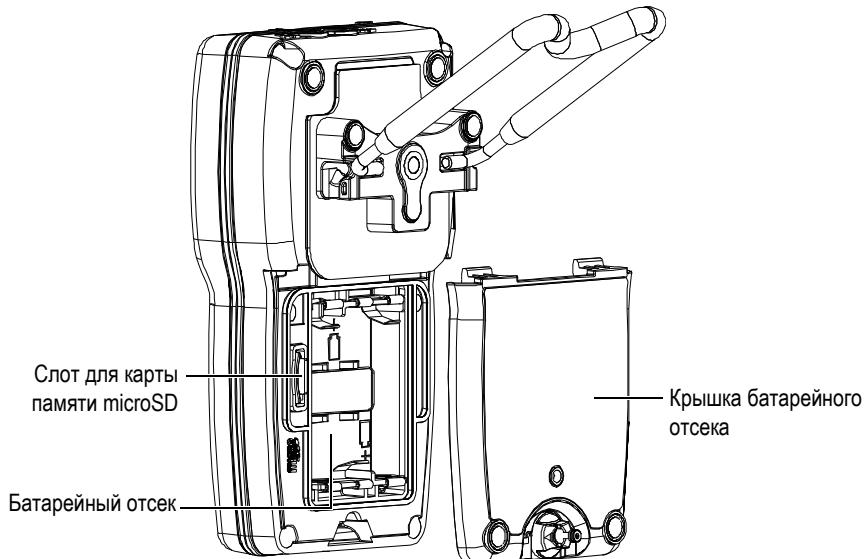

Рис. 1-4 Слот для карты памяти microSD под крышкой батарейного отсека
Слот для съемной карты памяти microSD расположен под крышкой батарейного отсека (см. Рис. 1-4 на стр. 32).
Индикатор съемной карты памяти microSD (SD) отображается в верхнем левом углу экрана, если карта microSD вставлена в слот, расположенный в батарейном отсеке (см. Рис. 1-4 на стр. 32). 45MG распознает внешнюю карту памяти microSD (емкостью 2 Гб) при включении прибора.